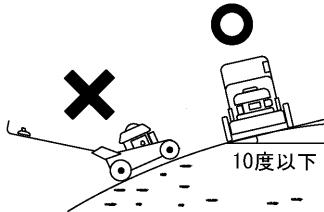

Fig.22
(7) 傾斜地での作業は、上下方向ではなく横方向（等高線方向）で行なって下さい。但し、横方向（等高線方向）で作業される場合でも、本機が 10 度以上傾く場合は危険ですので使用しないで下さい。(Fig.22)